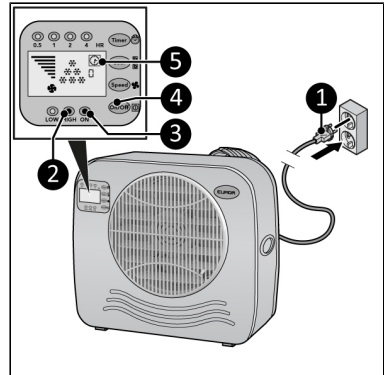

Abbildung 44.
2. Stecken Sie den Netzstecker (Abbildung 44, Pos. 1) in eine leicht zugängliche geerdete Steckdose. Verwenden Sie eine geerdete Steckdose mit einer Mindestleistung von 460 Watt.
- Drücken Sie die EIN/AUS-Taste (Abbildung 44, Pos. 4), die Betriebsanzeige (Abbildung 44, Pos. 3) und die Hoch-Anzeige (Abbildung 44, Pos. 2) leuchten auf. Auf der Anzeige erscheinen die Zeitanzeige und 6 Kühlanzeigen (Abbildung 44, Pos. 5). Das Gerät arbeitet jetzt mit hoher Kapazität.